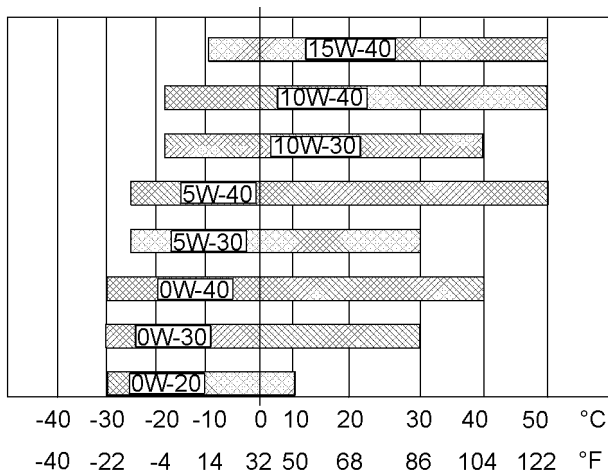

Ilustración 43
Consulte la Ilustración 43 (temperatura mínima) para determinar la viscosidad necesaria del aceite para arrancar un motor frío.
Consulte la Ilustración 43 (temperatura máxima) para seleccionar la viscosidad de aceite para la operación del motor a la temperatura ambiente más alta esperada.
- Consulte las “viscosidades de lubricante” correctas. Consulte la Ilustración 43 para encontrar el grado correcto de viscosidad de aceite para su motor.